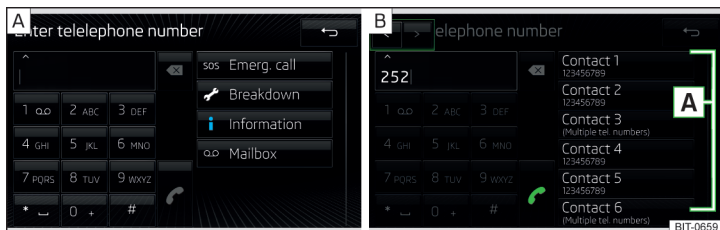
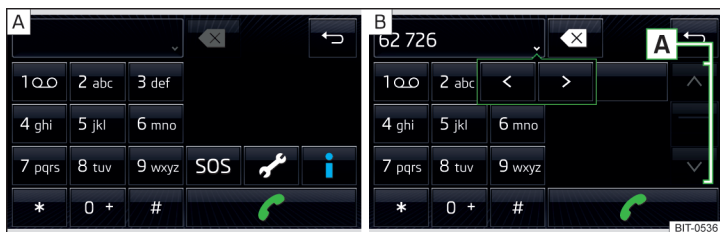

Fig. 204 Infotainment Columbus, Amundsen, Bolero: teclado numérico / Modificación del número de teléfono
Fig. 205 Infotainment Swing: teclado numérico / Modificación del número de teléfono
- Introducir el número de teléfono con ayuda del teclado numérico » fig. 204 y/o » fig. 205 - [A].
- ^ / v Visualización de las superficies funcionales < / > para el movimiento del cursor en la línea de introducción » fig. 204 y/o » fig. 205
Si se introducen p.ej. las cifras 32, entonces se visualizan a parte del teclado numérico en el área [A] » fig. 204 y/o » fig. 205 contactos con la secuencia de letras DA, FA, EB, etc.